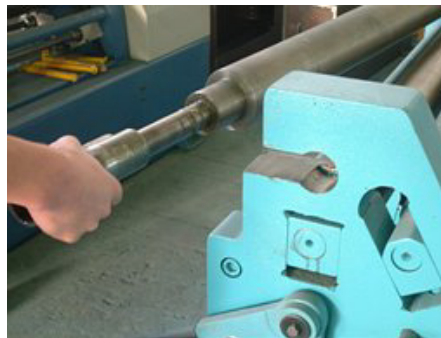

Abb. 21: Oberwalze schwenken
Schritt 4: Oberwalze schwenken (Abb. 21).